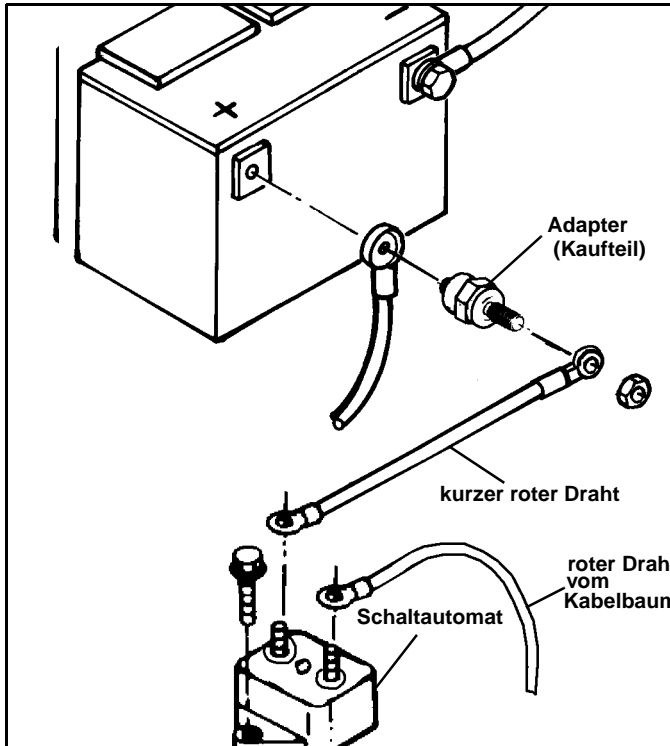

Abb. 1-4
**HINWEIS:** Wenn das Fahrzeug eine Batterie mit "Seitenpolen" besitzt, ist es notwendig, Adapter (#96100773) zu installieren, um Verbindungen an der Fahrzeugbatterie herzustellen. (Siehe Abb. 1-4).